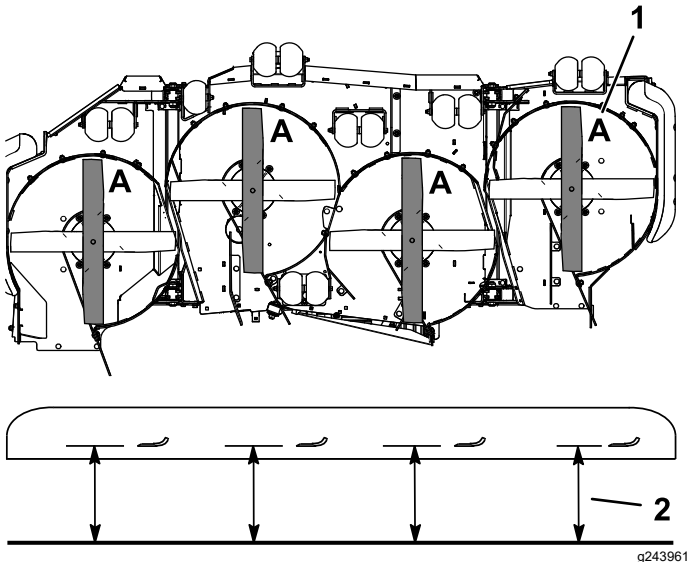

Figura 71
3. Gire las cuchillas hasta que los extremos estén orientados hacia adelante y hacia atrás (Figura 71).
4. Mida desde una superficie nivelada hasta el filo de corte, posición A, de las cuchillas (Figura 71).